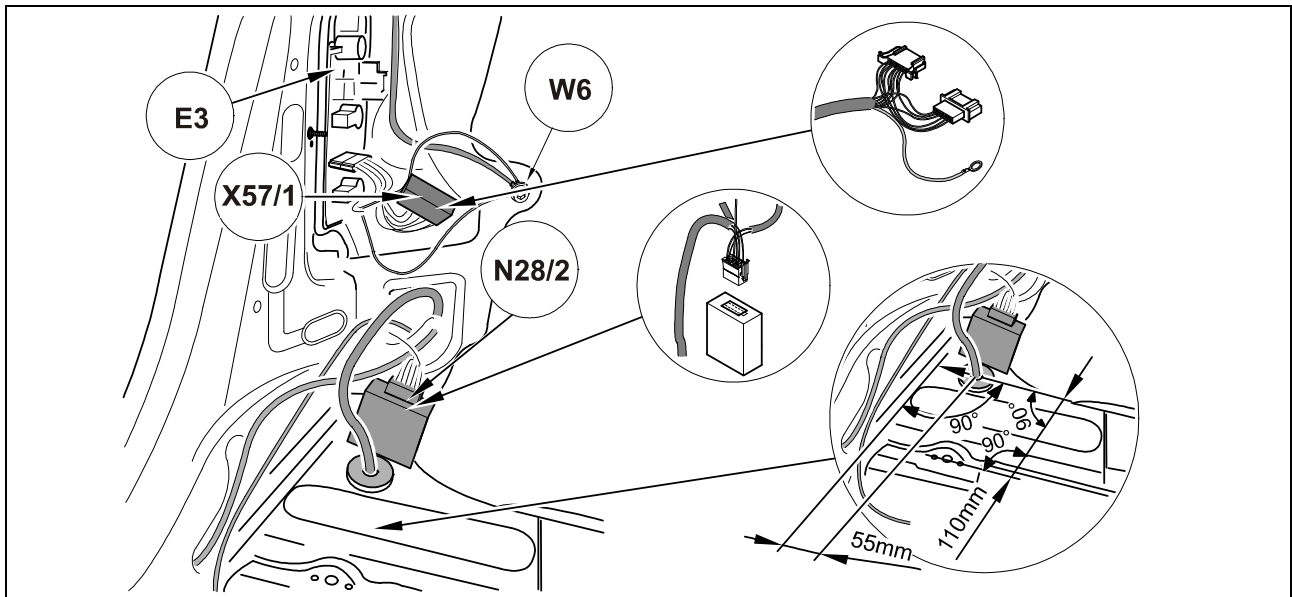

Fig. 4: Conectores
3. Quitar el tapón obturador del orificio de paso para cables (1). En vehículos sin tapón obturador, taladrar un orificio de \varnothing 40 mm. ¡Observar las medidas indicadas en Fig. 4!